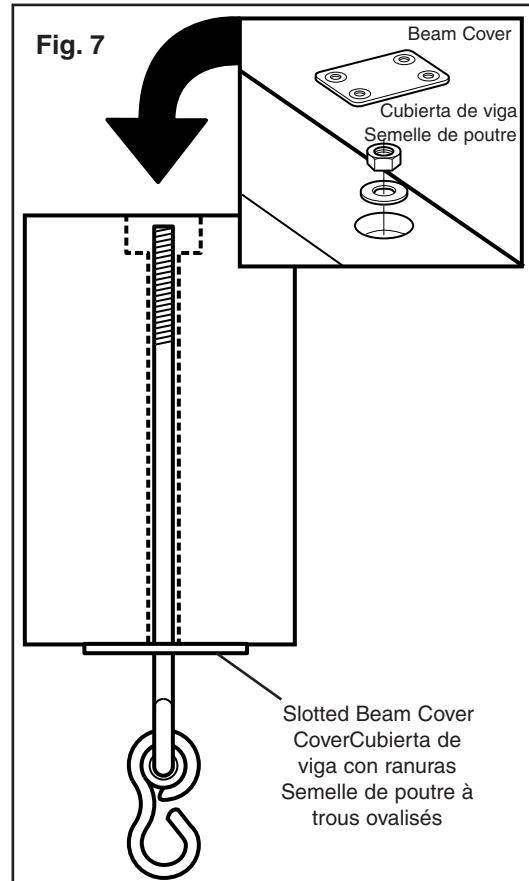

Fig. 7
- Remove all swings and other accessories including swing hangers and beam covers as in (**Fig. 7**). **Note:** Also remove all slotted beam covers as shown in (**Fig. 6**) and (**Fig. 7**).
- Choose the location of the swings. Insert nylon bushing swing hangers in the corresponding holes and secure using a washer and loc nut (**Fig. 7**). Place a beam cover over the top of the counterbore and secure using four 2" wood screws as shown in (**Fig. 7**).
- Retirar todos los columpios y demás accesorios, incluso colgadores de los columpios y cubiertas de viga, como en la (**Fig. 7**). **Nota:** También retirar todas las cubiertas de viga con ranuras como se muestra en las (**Fig. 6**) y (**Fig. 7**).
- Elegir la ubicación de los columpios. Introducir los colgadores de los columpios con cubierta de nylon en los agujeros correspondientes y sujetarlos con una arandela y una tuerca de seguridad (**Fig. 7**). Colocar una cubierta de viga sobre el orificio ensanchedo y sujetarla con cuatro tornillos para madera de 2" (5.08 cm), como se muestra en la (**Fig. 7**).
- Retirez toutes les autres balançoires et accessoires, y compris les supports de balançoire et les semelles de poutre, comme à la (**Fig. 7**). Remarque : retirez également toutes les semelles de poutre à trous ovalisés, comme illustré à la (**Fig. 6**) et à la (**Fig. 7**).
- Choisissez l'emplacement des balançoires. Insérez les supports de balançoire avec bague en nylon dans les trous correspondants et fixez-les à l'aide d'une rondelle et d'un contre-écrou (**Fig. 7**). Placez une semelle de poutre au-dessus du trou chambré et fixez-la à l'aide de quatre vis à bois de 5,1 cm (2 po), comme illustré à la (**Fig. 7**).